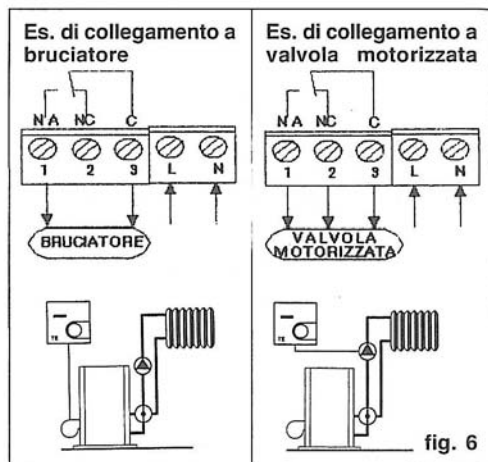

fig. 6
- Collegare il carico ai morsetti C-NA-NC in funzione delle esigenze di comando (fig. 6).